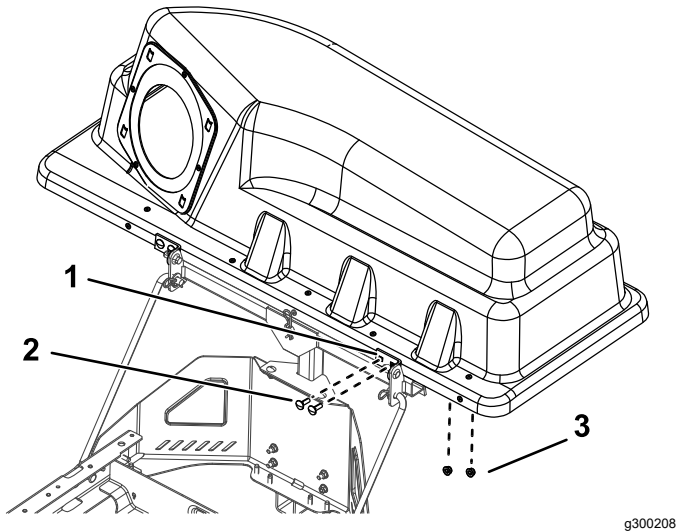

Bild 16
2. Montieren Sie die Schwenkhalterungen am Drehrahmen (Bild 16).